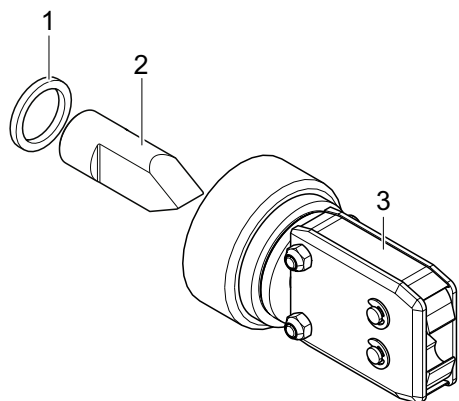

Fig. 30 : Ensemble de tête de pince
- Rondelle d'écartement (Fig. 30/1)
- Poussoir (Fig. 30/2)
- Tête de pince (Fig. 30/3)